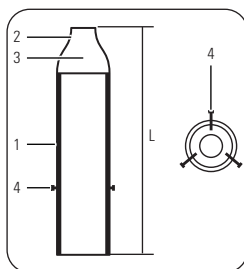

FIGURA 7.2 - CAMISA INDUCTORA DE FLUJO
- Figura 7.2: Al instalar las bombas mancalizadas, deben ser alineadas a los ejes bomba x motor. Tras instalar una bomba mancalizada, procure instalar un motor con potencia equivalente a la que fue proyectada.